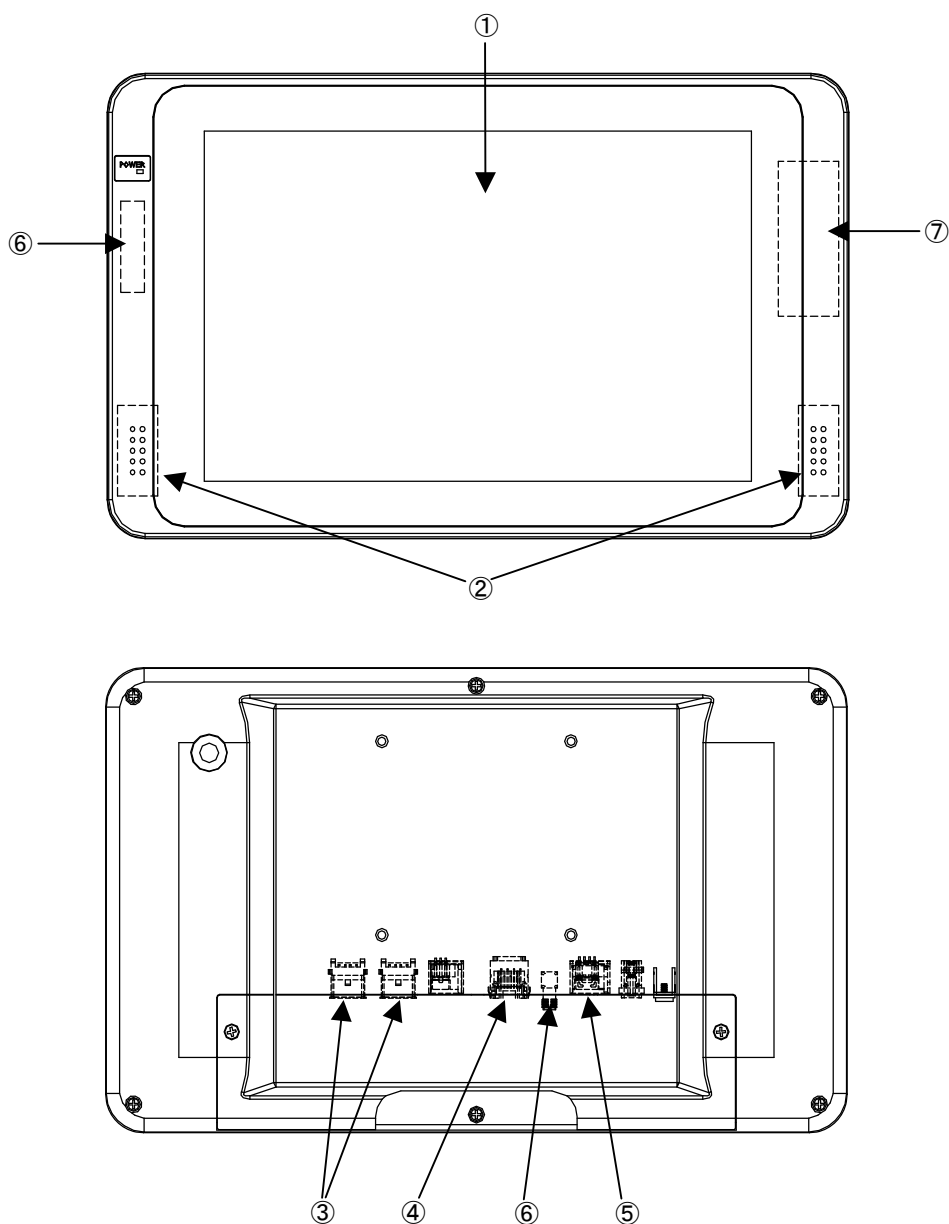

図 3-1-1. 外形図 (MT4-101CN)
MTシリーズの例として、MT4-101CNの外形図を図 3-1-1に示します。各部名称を表 3-1-1に示します。
COM1	SI01 (図 3-1-1 ⑤) アプリケーションでシリアル通信に使用できます。 (RxD、TxD、GND 信号に対応しています。他の信号には対応していません。)
ローカルエリア接続	LAN1 (図 3-1-1 ④): 1000BASE Ethernet